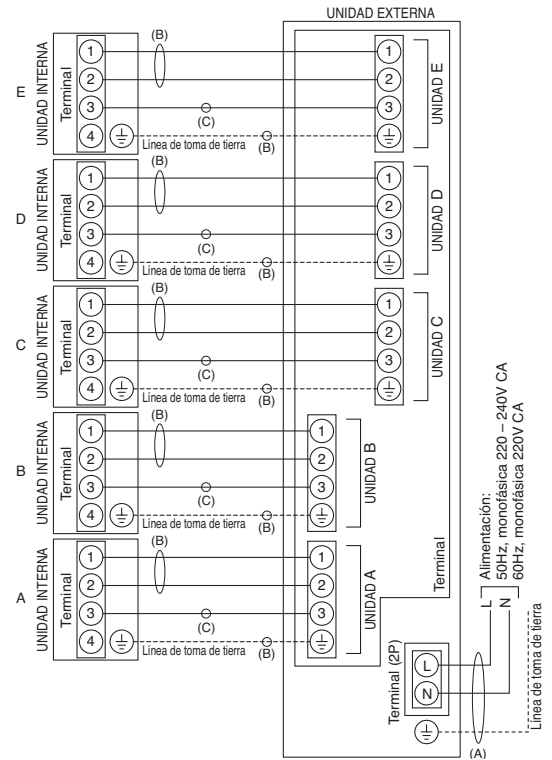

Fig. 25
Refiérase al diagrama del sistema de cableado (Fig. 25) para el significado de (A), (B) y (C) en la Tabla 6. Designación de tipo 245 IEC 57 (H05RN-F, GP85PCP etc.) o cable de mayor resistencia.
### 5-3. Diagrama de cableado del sistema (Fig. 25)